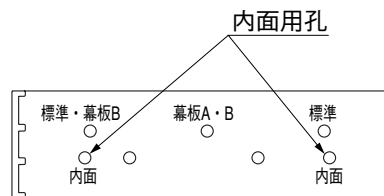

図4-3 固定ネジ治具
- 床板目地ピッチは約5mmです。付属の固定ネジ治具を利用してください。（図4-3参照）
⑦ 床板間に固定ネジ治具をはさみ、「内面」と刻印してある下孔を使い（図4-3参照）、φ4.5下孔（床板のみ）とφ9サラ取りをしてください。
⑧ 内面床板を根太に、10-①で固定してください。